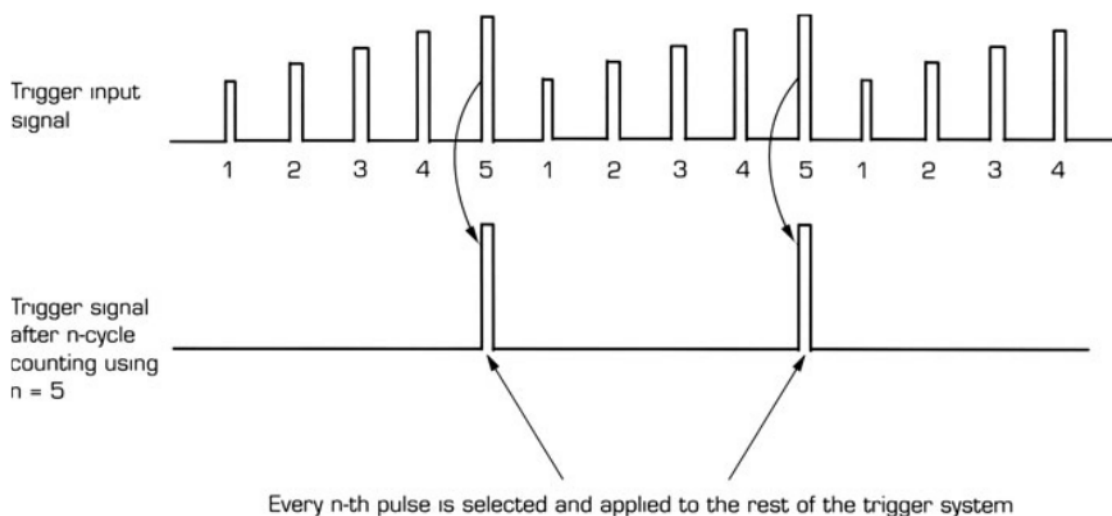

Figure 4.58 – Déclenchement sur n cycles ($n = 5$ dans ce cas).
- n cycles (*figure 4.58*) : pour ne faire apparaître que l'impulsion d'un signal ($n = 5$).